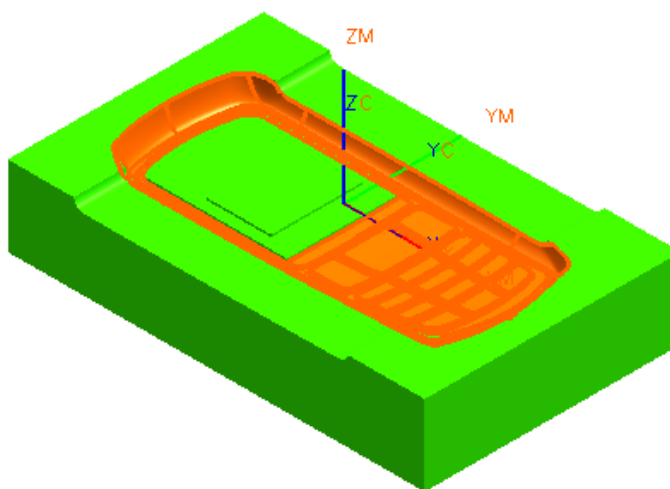

图 9-192
- 在操作对话框中，单击 ，选择如图 9-192 所示的表面，单击 OK。